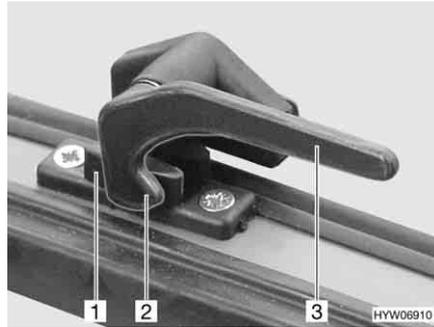

Fig. 81 Levier de verrouillage en position "Fermé"
- Tourner tous les leviers de verrouillage (Fig. 81,3) d'un quart de tour vers le centre du lanterneau.
- Tourner tous les leviers de verrouillage (Fig. 81,3) d'un quart de tour en direction du cadre. Le tenon de verrouillage (Fig. 81,2) se trouve sur le côté intérieur du verrouillage du lanterneau (Fig. 81,1).
- En position "Fermé" (Fig. 81)